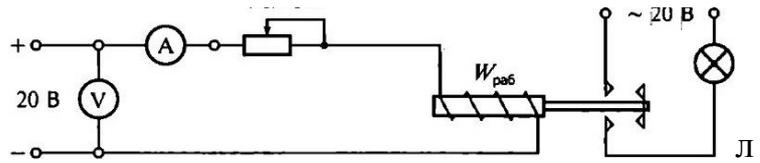

Рис. 11.2. Схема ЭЦ для испытаний электромагнитного устройства на постоянном токе
3.3. Собрать ЭЦ в соответствии с рис. 11.2. Ручку «Рег. Iw» установить в крайнее положение по часовой стрелке (соответствует минимальному значению тока). После проверки схемы преподавателем включить питание стенда, при этом должны загореться соответствующие сигнальные лампы, показанные на рис. П. 3 приложения.